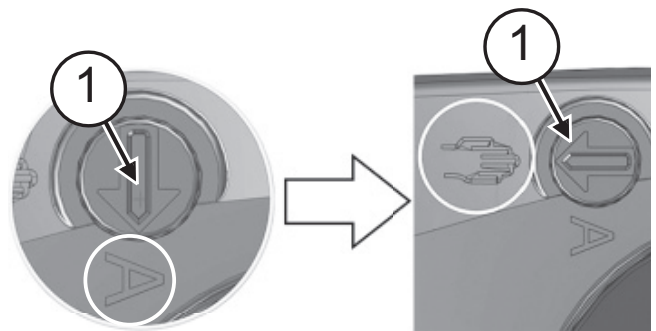

Рис. 11
2. Установить переключатель (1) в ручной режим. Для этого повернуть его отверткой вправо на 90°, чтобы шлиц находился в горизонтальном положении и кончик стрелки указывал на символ “рука” (рис. 11).